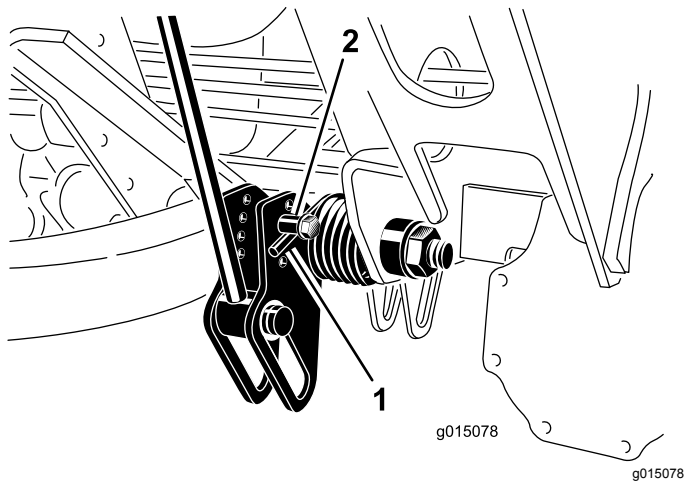

図 34
2. 調整作業の最中に、スプリングのテンションが掛からないようにするため、スプリングの長い方の端にパイプなどを通してスプリングの力を殺しておく 図 34。
3. スプリングのテンションをなくしたら、スプリングアクチュエータを固定しているボルトとロックナットを外す 図 34。